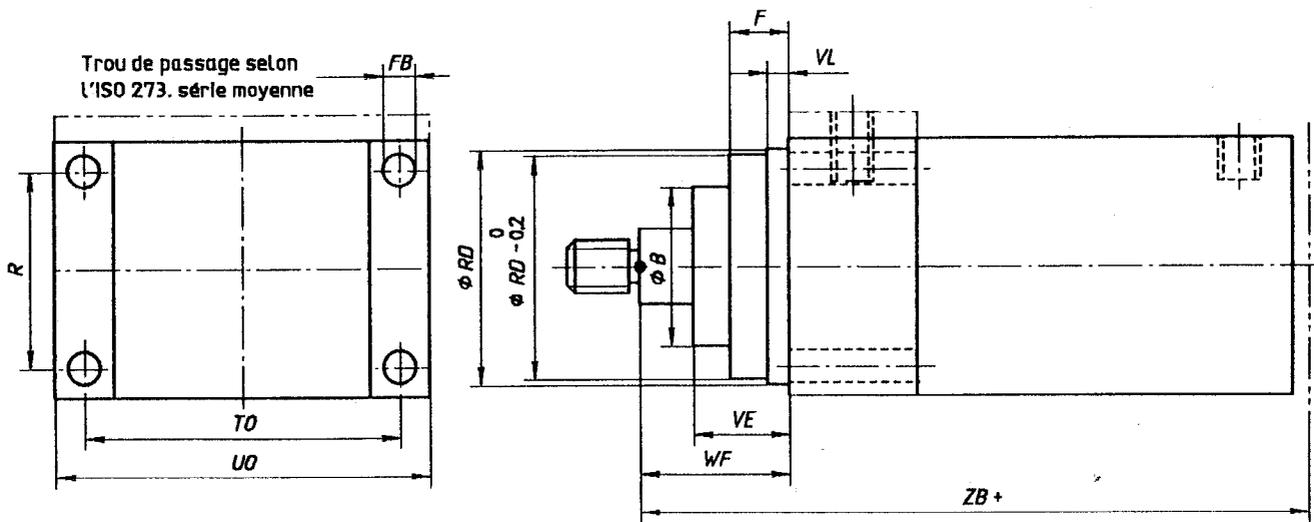

Figure 2 — ME5 — Fixation par tête rectangulaire
- ME5 — Tête rectangulaire (voir figure 2 et tableau 2)